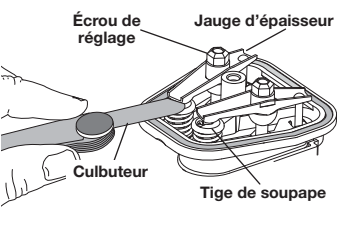

Fig. 30
6. Glissez la jauge d'épaisseur entre le culbuteur et le ressort de retour de la soupape. Mesurez le jeu entre la tige de soupape et le culbuteur (Fig. 30). Mesurez à la fois les soupapes d'admission et d'échappement.
Le jeu recommandé pour l'admission et l'échappement est de 0,076 à 0,152 mm (0,003 à 0,006 po). Utilisez une jauge d'épaisseur standard pour automobile de 0,127 mm (0,005 po). La jauge d'épaisseur doit pouvoir glisser entre le culbuteur et la tige de soupape avec une faible résistance, sans coincer. Voir Fig. 30.
- a. Tournez l'écrou de réglage à l'aide d'un tourne-écrou ou d'une clé de 8 mm (5/16 po) (Fig. 30).